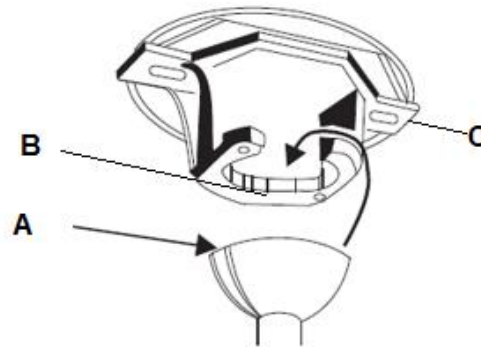

Abb. 5
Setzen Sie den kompletten Ventilator in die Halterung ein. Die Sicherungsnut (A) der Kugelaufhängung muss in den Anschlag (B) der Halterung (C) greifen, um ein Verdrehen des Ventilators im Betrieb zu verhindern. (Abb. 5)
- Hängen Sie den Ventilator an (siehe „Aufhängen des Ventilators“ Abb. 5, Seite 6).